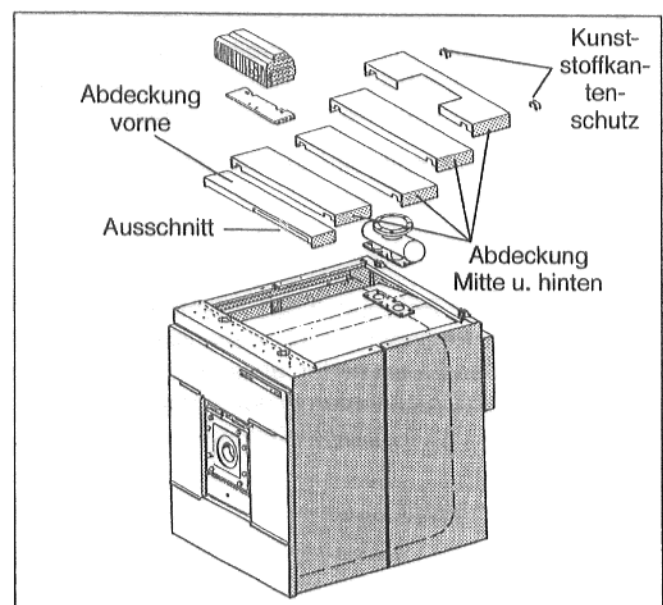

Abb. 49
- Vorlaufformstück mit eingelegten Flachdichtungen auf das Mittelglied mit oberem Vorlaufabgang schrauben (Abb. 49).
- Die Abdeckung vorne (blau lackiert) hinter der vorderen Haube in die Längstraverse einlegen. Der Ausschnitt in der Abdeckung muß auf der Seite zum liegen kommen, auf der später das Regelgerät montiert werden soll (Abb. 49).
- Die Abdeckungen Mitte und hinten (verzinkt) mit den Ausschnitten zur Kabeldurchführung nach außen in die Längstraversen einlegen (Abb. 49).